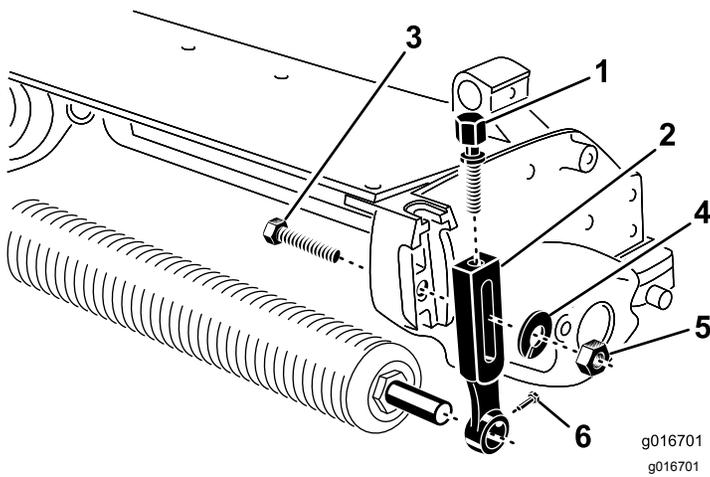

Figura 1
1. Retire o parafuso, anilha e porca do arado que prende um dos suportes de altura de corte (HOC) à placa lateral da unidade de corte (*Figura 1*).
2. Desaperte os parafusos de montagem do rolo nos suportes HOC (*Figura 1*).
3. Deslize o suporte HOC para fora do veio do rolo (*Figura 1*).